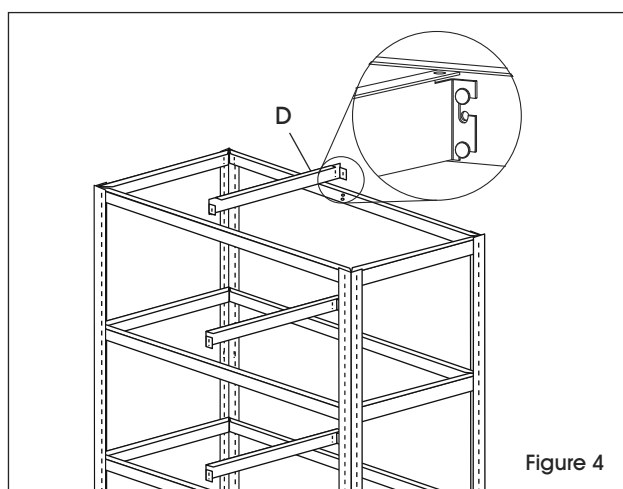

Figure 4
6. Fixez les supports centraux (D) à chaque niveau en plaçant les fentes (des supports centraux) sur les rivets (à l'intérieur des supports avant/arrière) et en les tapotant pour les fixer en place. (Voir Figure 4)